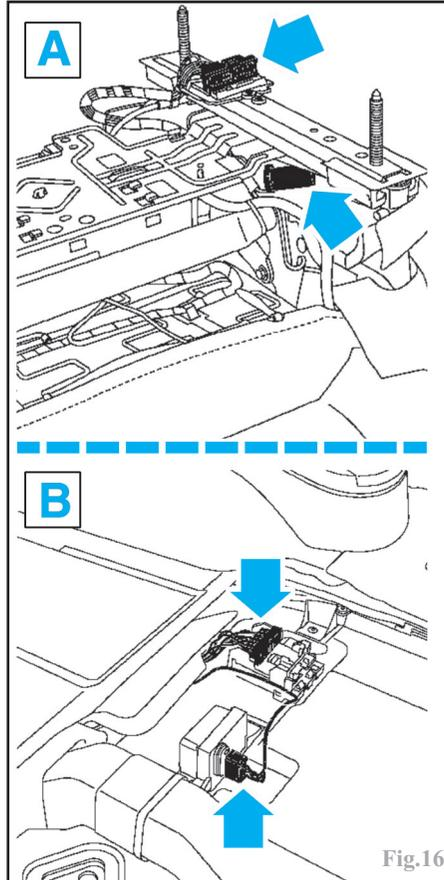

Fig.16
-contrôler l'état des connecteurs sous chaque siège avant (A) et ceux correspondants sur le plancher (B) (Fig.16).